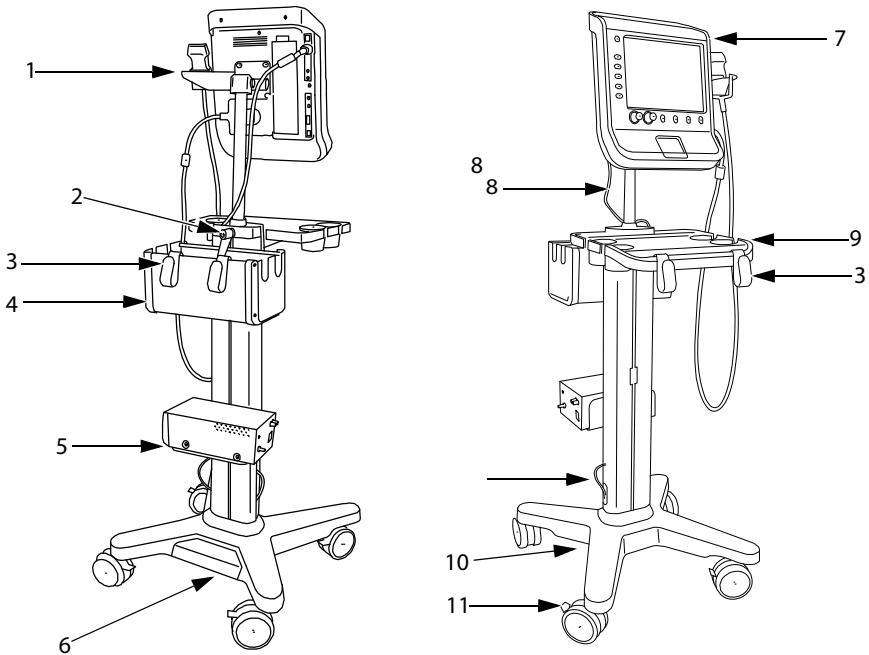

Figure 1 Station V-Universal : Vues arrière et avant (représentées avec l'échographe S Series et l'imprimante, le panier et le plateau facultatifs)
- ❖ Connecter les cordons suivants. Voir la section Figure 1, page 3.